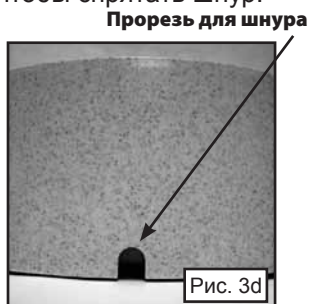

Рис. 3d
- 2) Протяните шнур встроенного разъема через отверстие рядом с насосом. Под сводом чаши шнур можно продеть в специальные пазы (рисунок 3с), затем провести вдоль задней части поилки к выходной прорези для шнура (рисунок 3d). Используйте эту прорезь для того, чтобы спрятать шнур.